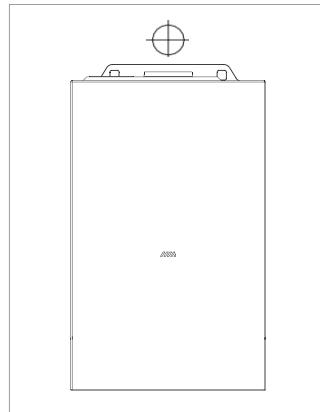

Рис.8
- e) далее котел навесьте на подвесную панель (рис. 8)